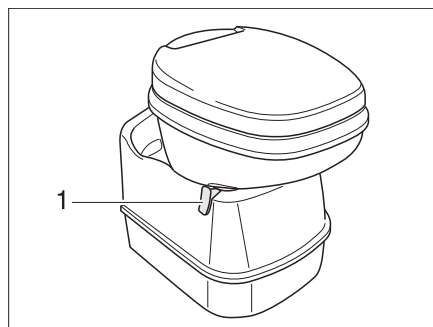

Fig. 100 Tazza del WC Thetford, orientabile
- Prima di tirare l'acqua, aprire il cursore della toilette Thetford. A tal fine spingere la leva del cursore (Fig. 100,1) in senso antiorario.
- Girare la leva del cursore (Fig. 100,1) in senso orario. Il cursore viene chiuso. Per svuotare il cursore **deve** essere chiuso sulla toilette Thetford.